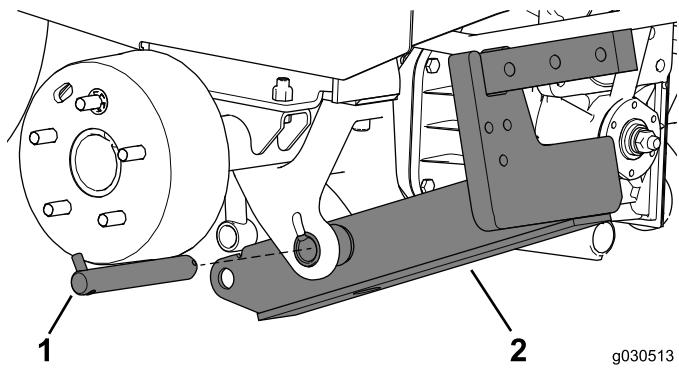

図5
- 昇降アームの2つのスペーサの間にある穴にピボットピンを挿入する図5。
2. スペーサと昇降アームにピボットピンを通す図5。